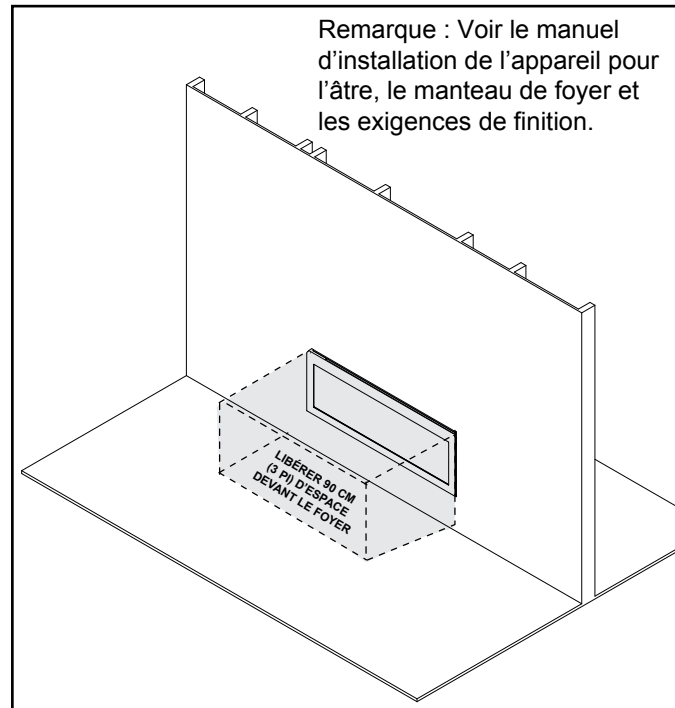

Figure 3.1 Espace libre
**AVERTISSEMENT! NE PAS placer d'objets inflammables devant le foyer ou de manière à recouvrir les ailettes. Des températures élevées peuvent allumer un incendie. Voir la figure 3.1.**